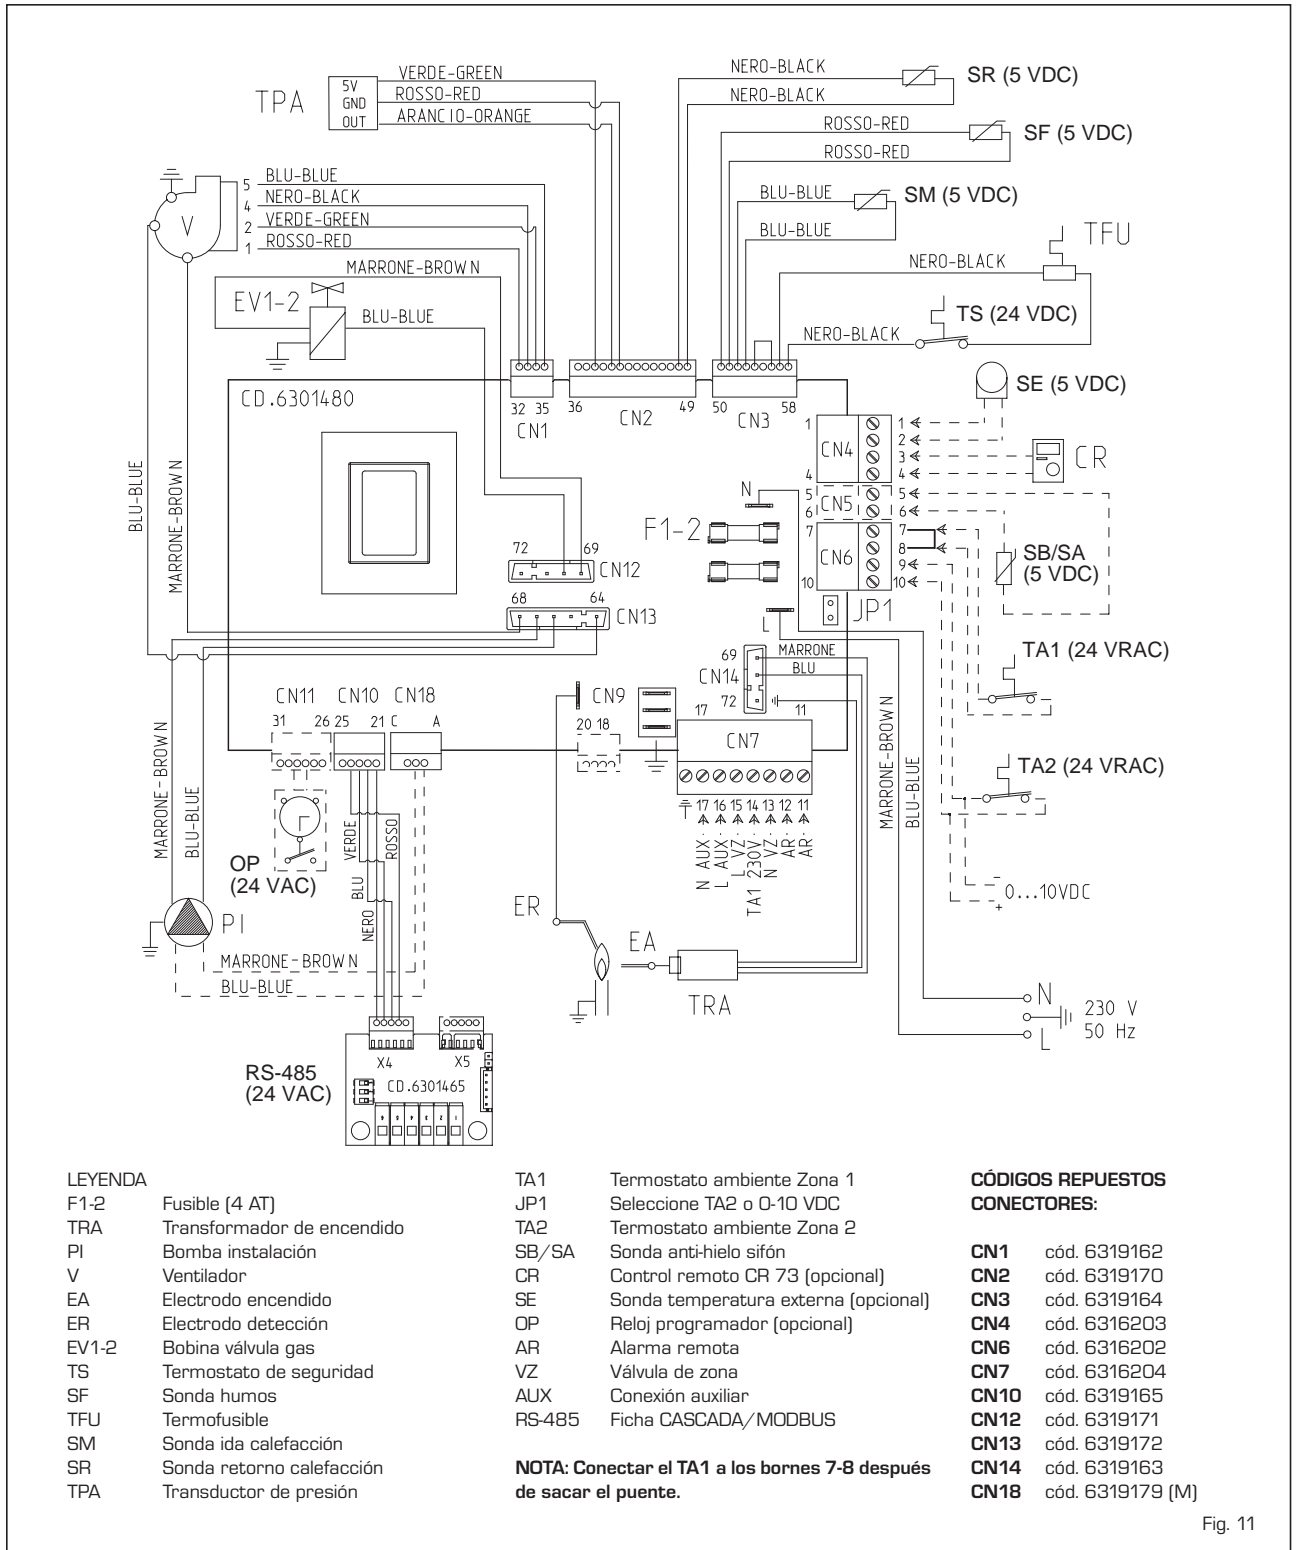

Fig. 11
2.11.1 Esquema eléctrico modulo individual "MURELLE EQUIPE 50 BOX (M)" (fig. 11)
2.11.2 Conexión eléctrica de los módulos en secuencia/cascada y del kit de dispositivos de seguridad [fig. 11/a]